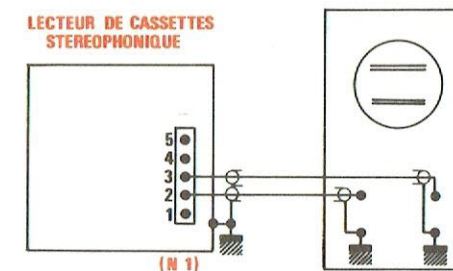

Fig. 10
b) RECEPTEUR AUTO-RADIO LECTEUR DE CASSETTES STEREOGRAPHIQUE (fig.10)